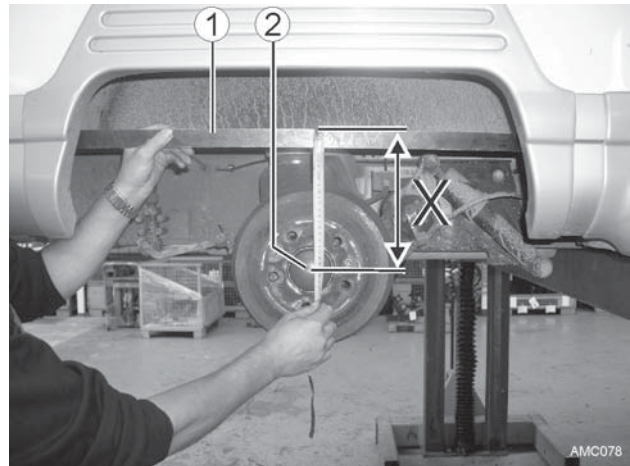

Bild 20
13. Schwinghebel so unterlegen, bis das Maß "X" (Bild 20) erreicht wird.
Maß "X": Oberkante Rahmen (Bild 20 - 1) -
Achsstummelmittelpunkt (Bild 20 - 2)